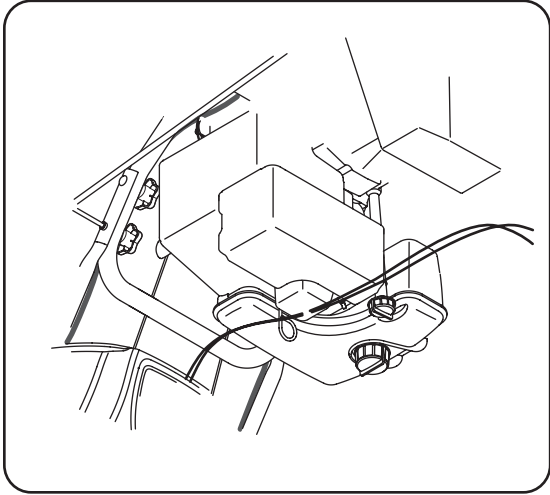

Figure 7
- S'il ne sont pas déjà installés, insérez les câbles, allant du tableau de bord à la goulotte, dans le fil de commande de la goulotte qui se trouve sur le moteur. Voir la Figure 7.